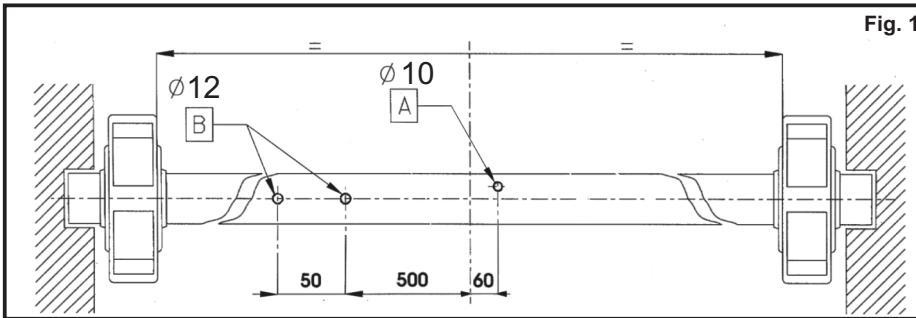
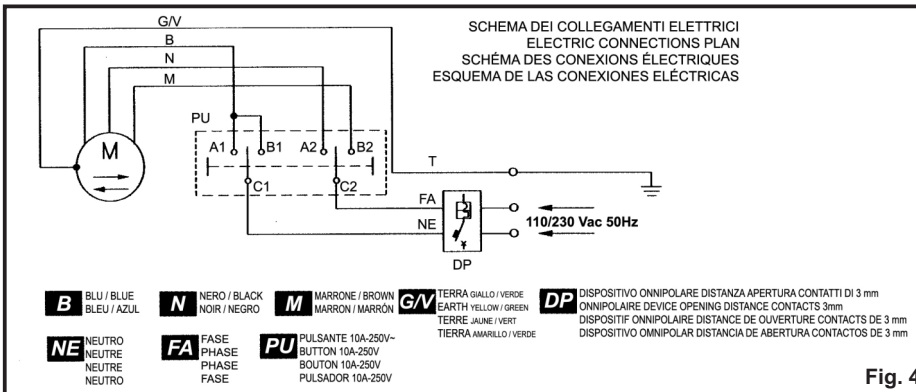

Fig. 1
Fig. 4
- B) Effettuare sull'albero della serranda le tre forature non passanti (FIG. 1).
- F) Se l'albero della serranda è inferiore al diametro del foro dello chassis del motoriduttore è necessario a questo punto montare i manicotti di riduzione, posizionandoli con riferimento al foro A diametro 10 mm, già effettuato (fig. 1).
- P) Introdurre il cavo 4X1 in dotazione all'interno del foro B (fig 1), evitando qualsiasi contatto con le parti in movimento; eseguire i collegamenti elettrici secondo lo schema elettrico in fig.4. In presenza di motoriduttore con elettrofreno, introdurre la guaina del freno all'interno del secondo foro B.
- B) Effect on the tube of the shutter 3 non passing perforations (figure 1); If the motor is not equipped with electrobrake, make only perforation B.
- F) In case the tube of the shutter is inferior to the diameter of the hole chassis motor, you must mount the sleeves reduction positioning them with reference to the hole A diameter 10 mms, (fig. 1).
- P) Introduce the electric cable 4X1 into the hole B (fig 1), avoiding any contact with the parts in movement. Perform the electric connections according the electric plan (fig.4). In presence of motor with electrobrake, introduce the sheat of the brake inside the second hole B.
- B) Effectuer sur l'arbre du rideau les trois crevaisons non débouchants (FIG. 1); si le moteur n'est pas doté d'électro-frein, effectuer seulement le crevaison B.
- F) Si le tube du rideau est inférieur au diamètre du trou du châssis du moteur, il sera nécessaire appliquer les réductions en plastique, avec référence au trou A de 10 mm, déjà effectué (fig. 1).
- P) Introdurre le câble 4X1, en dotation, dans l'intérieur du trou B (fig 1) en évitant le contact avec les parties en mouvement; exécuter les connexions électriques, selon le schéma indiqué dans la fig.4. En présence de moteur avec de l'électro-frein, introduire la gaine du frein à l'intérieur du second trou B.
- B) Efectuar sobre el árbol del cierre metálico los tres taladros no pasante (FIG. 1); en el caso de motor sin electrofreno, efectuar un solo taladro B. (Fig.1)
- F) Si el árbol del cierre metálico es inferior al diámetro del taladro del chasis del motor, es necesario montar las reducción de plástico, posicionándola con referencia al taladro A. diámetro 10 mm, ya efectuados. (Fig. 1).
- P) Introdur el cable eléctrico 4X1 en el taladro B (Fig 1) evitando cualquier contacto con las partes en movimiento; Ejecutar los empalmes según el esquema eléctrico en fig.4 En presencia de motor con electrofreno, introducir la funda del freno dentro del segundo taladro B (Fig. 1).